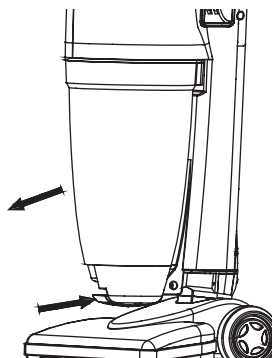

Рис. 3
2. Для снятия пылесборника нажмите на кнопку фиксации (6) и отсоедините его от корпуса пылесоса (Рис. 3).